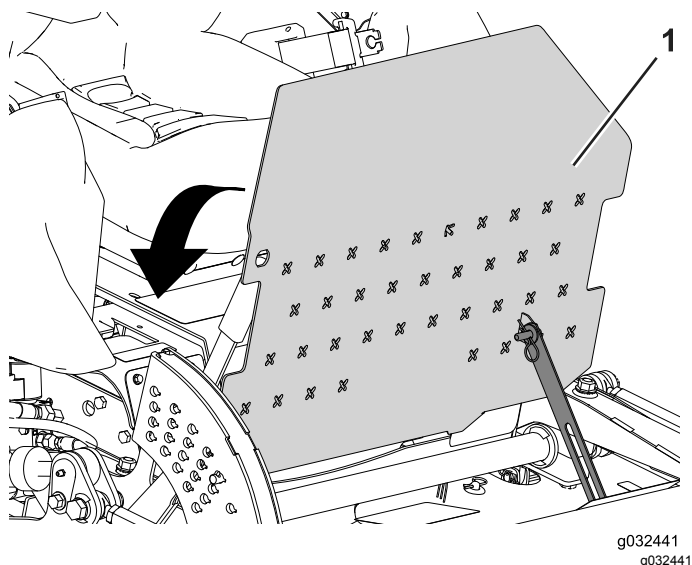

Figure 49
1. Inclinez la plate-forme de l'utilisateur à la position verrouillée (Figure 49).